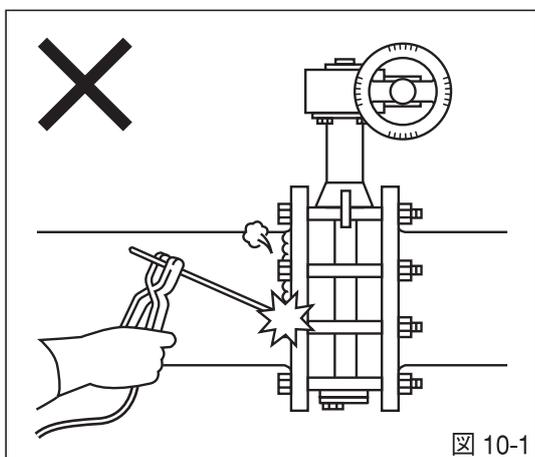

図 10-1
- ⊘ フランジ溶接時の注意：配管フランジを溶接する場合、バルブの取り付けは、フランジの温度が十分に下がってからにしてください（素手でさわられる程度）。また、バルブを取り付けた状態でフランジ溶接、溶接補修は絶対に行わないでください。（図10-1）